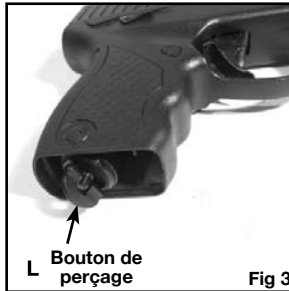

Fig 3
- L. Bouton de perçage (voir la Fig. 3)
- Tournez le bouton de perçage dans le sens antihoraire et enlevez-le (Fig. 3).